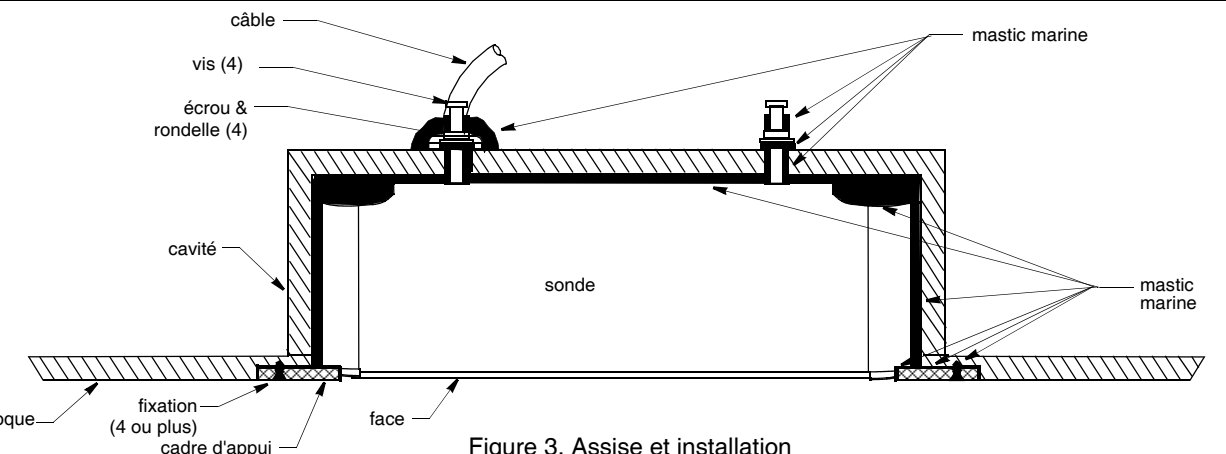

Figure 3. Assise et installation
2. Appliquez du mastic d'étanchéité marine sur les surfaces suivantes pour étanchéifier la coque et maintenir fermement la sonde en place (figure 3).